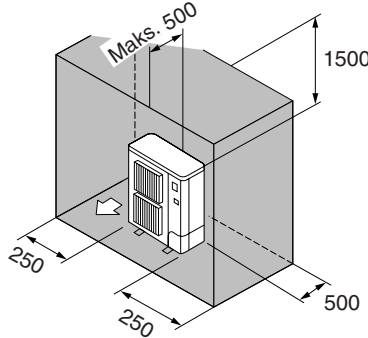

Fig. 2-7
- ⑥ Yalnızca arkadaki, yandaki ve üstteki engeller (Fig. 2-7)